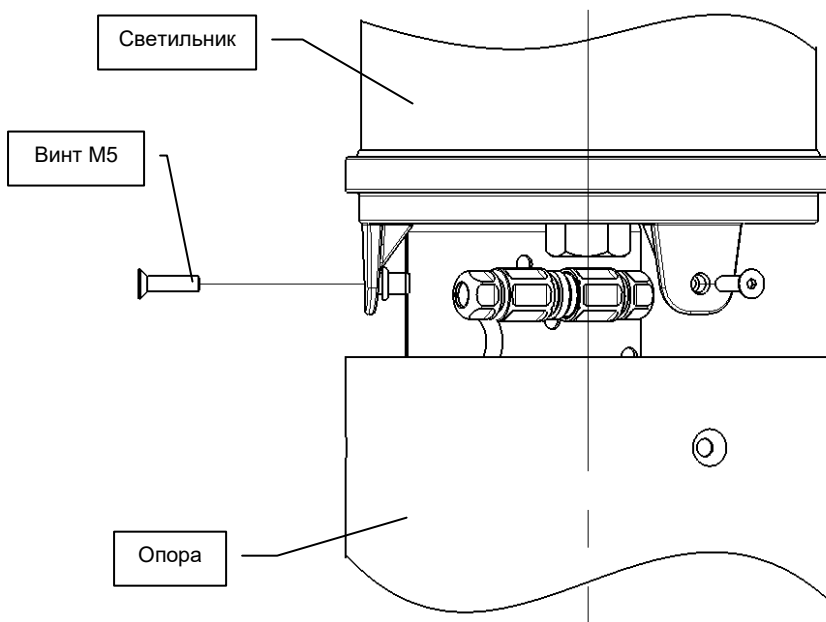

Рисунок 3
10.1 В зависимости от заказа светильник может комплектоваться аксессуаром - опорой (высота которой зависит от заказа) (см. рис.3);